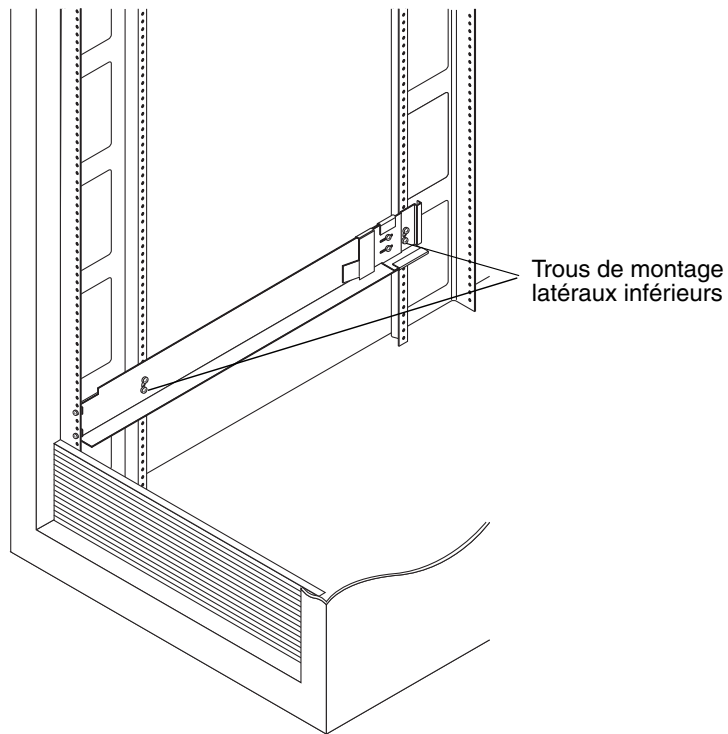

FIGURE 2-6 Insertion des vis dans les trous de montage latéraux inférieurs de l'armoire
- À l'aide d'un tournevis cruciforme n°2, insérez deux vis 10-32 dans les trous de montage latéraux inférieurs des rails latéraux (FIGURE 2-6). Utilisez le trou 8 pour le premier plateau, le 11 pour le second. Répétez l'opération pour le rail droit.